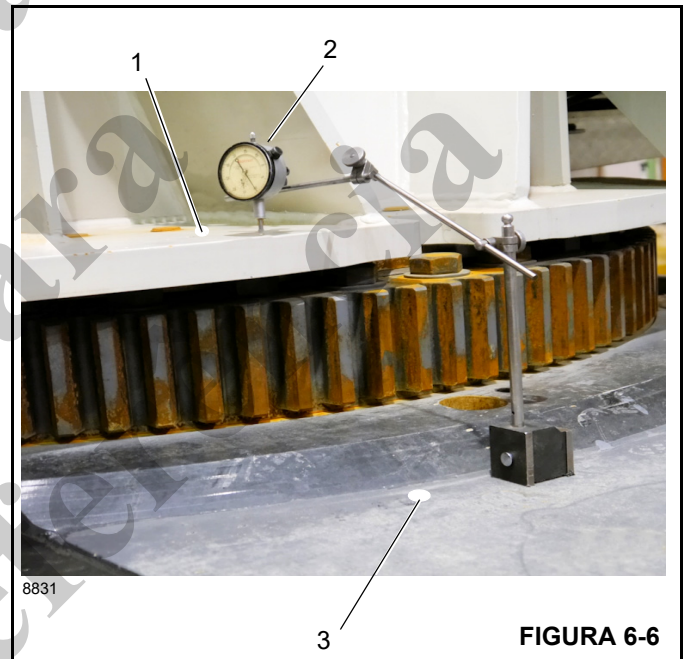

FIGURA 6-6
2. Coloque um relógio comparador (2, Figura 6-6) na estrutura da caixa T (3), no lado oposto da lança.
3. Coloque o relógio comparador na parte superior da placa de rolamento da torre (1, Figura 6-6).